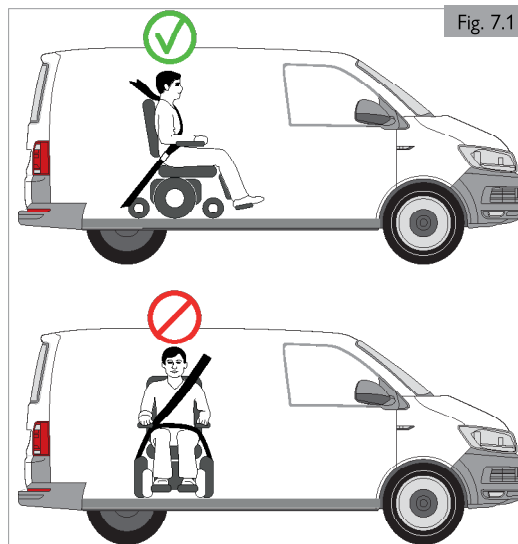

Fig. 7.1
3. Le fauteuil roulant doit être sécurisé dans le sens de la marche. Ce fauteuil roulant est homologué pour une utilisation en voiture et répond aux exigences du transport face à la route et aux collisions frontales. Le fauteuil roulant n'a pas été testé pour d'autres positions dans un véhicule (Fig. 7.1).